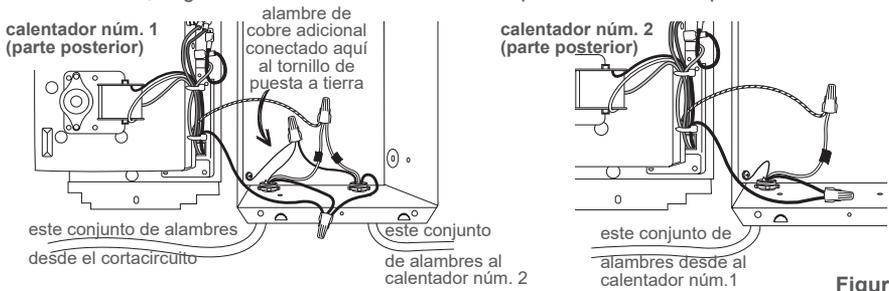

Figura 5
1. Dirija el alambre de suministro eléctrico desde el cortacircuito to heater #1. Quite los destapadores y conecte dos juegos de alambres del suministro eléctrico con dos conectores de abrazadera para cable (no incluidos) dejando un mínimo de 6 pulgadas (15.2 cm) de alambre conductor—un conjunto desde el cortacircuito y el otro hacia el calentador núm. 2 (Ver la Figura 5).
2. Los dos alambres de tierra del suministro en la cámara de pared del calentador núm. 1 necesitan hacer una conexión de 3 alambres con el tornillo de puesta a tierra. Conecte un alambre corto de tierra de cobre al tornillo de conexión a tierra en la cámara de pared. Conecte este alambre y los dos alambres de puesta a tierra del suministro con un conector de alambre (no incluido) (Ver la Figura 5).